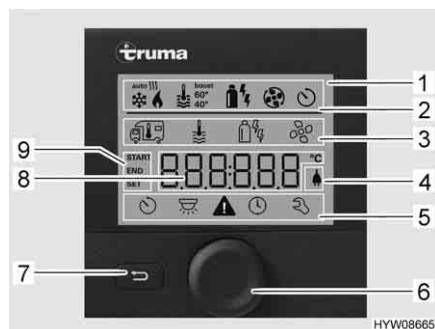
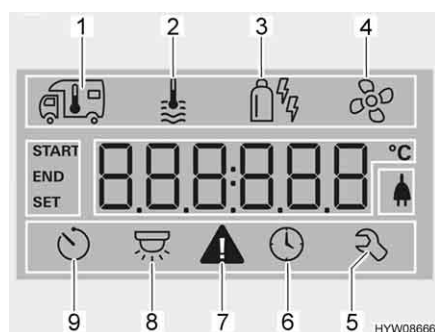

Fig. 47 Centralina di controllo con indicazioni
Fig. 48 Display
- Riga di stato (Fig. 47,2)
- Riga di menu in alto (Fig. 47,3)
- Area di indicazione (Fig. 47,8)
- Riga di menu in basso (Fig. 47,5)
- Premere la manopola/il pulsante (Fig. 47,6) per circa 3 secondi. Vengono visualizzate entrambe le righe di menu (Fig. 47,3 e Fig. 47,5). Il primo simbolo lampeggia.
- Ruotare la manopola/il pulsante (Fig. 47,6), finché viene visualizzato il simbolo del menu desiderato.
- Premere la manopola/il pulsante per memorizzare il valore impostato. Se il valore impostato originariamente non deve essere modificato: Premere il tasto indietro (Fig. 47,7).
- Ruotare la manopola/il pulsante (Fig. 47,6), finché il simbolo del menu del riscaldamento (Fig. 48,1) lampeggia.
- Premere la manopola/il pulsante per memorizzare il valore impostato. Il simbolo nella riga di stato lampeggia (Fig. 47,2), finché viene raggiunta la temperatura impostata. Se il valore impostato originariamente non deve essere modificato: Premere il tasto indietro (Fig. 47,7).
- Ruotare la manopola/il pulsante (Fig. 47,6), finché il simbolo del menu delle ventole (Fig. 48,4) lampeggia.
- Ruotare la manopola/il pulsante (Fig. 47,6), finché il simbolo del menu del timer (Fig. 48,6) lampeggia.
- Premere la manopola/il pulsante. Il timer è attivato. Il simbolo del timer (Fig. 48,6) lampeggia quando il timer è programmato e attivo.
In caso di avviso, il relativo simbolo lampeggia (Fig. 48,7). Il riscaldamento rimane in funzione. Se si tratta solo di un guasto temporaneo, il simbolo di avvertimento si spegne autonomamente.